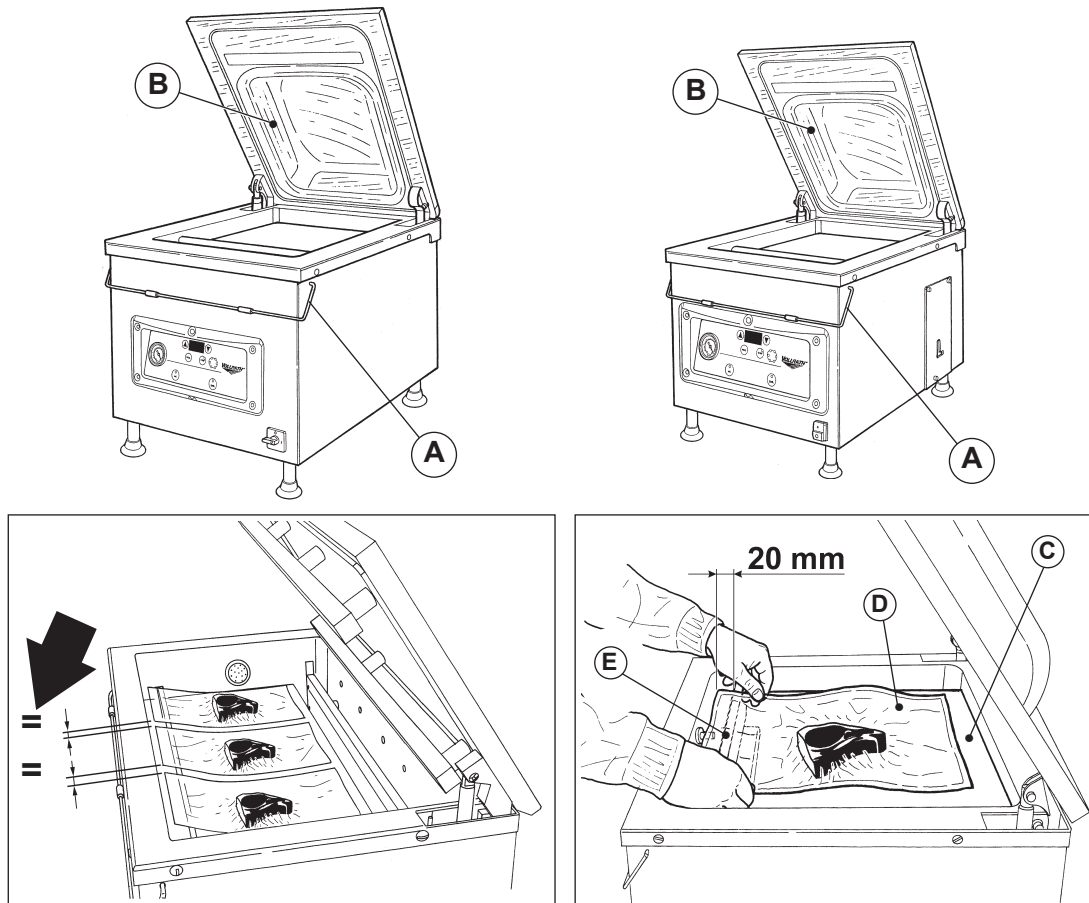

Fig. 1
- 2) Choose a bag suitable for the product to be packed (the product must take up 2/3 of the bag volume). Insert inside the vacuum chamber the bag (**D**), containing the product and center it on the sealing bar (**E**), so that the open edge projects by about 20mm beyond the bar. For models with bar length sufficient to pack a number of bags simultaneously and for multi-bar models, distribute the bags at regular distances (=) (**Fig. 1**).
- 2) Choisir un sachet approprié au produit à conditionner (le produit doit occuper 2/3 du volume utile du sachet). Introduire à l'intérieur de la cloche le sachet (**D**) contenant le produit à conditionner et le placer en position centrée sur la barre de soudure (**E**), de manière à ce que le bord ouvert dépasse de 20 mm environ de ladite barre. Pour les modèles avec longueur de la barre suffisante pour conditionner plusieurs sachets simultanément et pour les modèles multibarre, distribuer les sachets à une distance régulière (=) (**Fig. 1**).